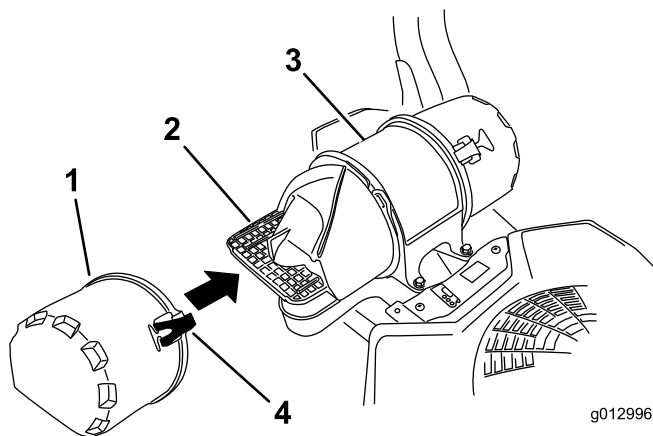

Figure 43
3. Ouvrez les dispositifs de verrouillage du filtre à air et séparez le couvercle d'entrée d'air du corps du filtre (Figure 43).
5. Reposez le couvercle d'entrée d'air et fixez-le avec les verrous (Figure 43).